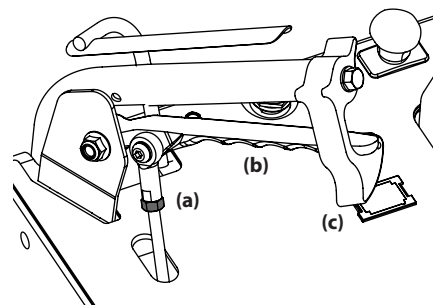

Figure 4-24
6. Desserrez le contre-écrou (a) et ajustez la biellette jusqu'à ce que le levier de direction (b) soit placé dans le loquet de position neutre (c). Voir Figure 4-24.